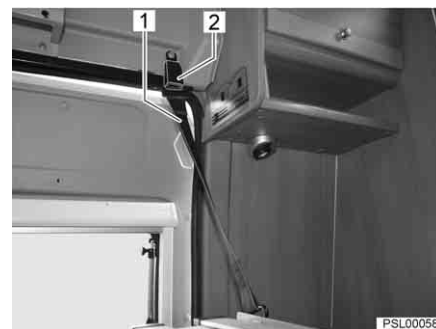

Fig. 40 Courroie de maintien, lit escamotable
- Faire s'enclencher la courroie de maintien (Fig. 40,1) sur le côté droit du lit escamotable dans la boucle de fermeture (Fig. 40,2).